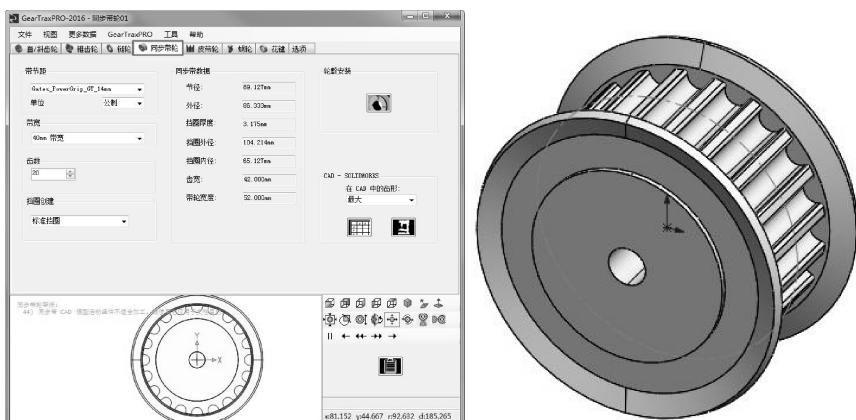

图 5-85 【同步带轮】选项设置及创建的同步带轮
- 02 GearTrax 的【同步带轮】选项卡中设置参数，如图 5-85 所示。